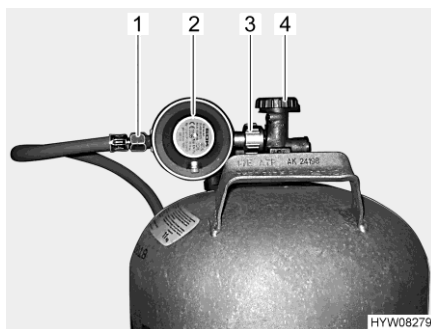

Bild 66 Anslutning gasflaska
- Stäng huvudavstängningsventilen (Bild 66,4) på gasflaskan. Beakta pilriktningen.
- Håll fast gastryckregulatorn (Bild 66,2) och öppna muttern (Bild 66,3) (vanligen vänstergänga).
- Tag bort gastryckregulatorn med gasslangen (Bild 66,1) från gasflaskan.
- Sätt gastryckregulatorn (Bild 66,2) med gasslangen (Bild 66,1) mot gasflaskan och dra åt muttern (Bild 66,3) (vanligen vänstergänga). Dra **inte** åt för hårt.